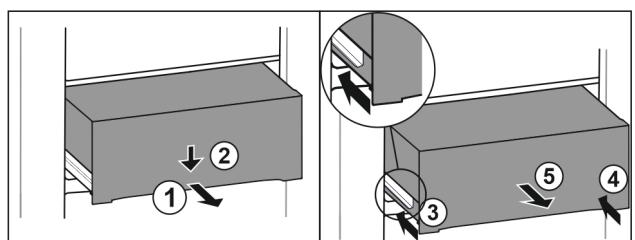

Fig. 81
- Витягніть ящик на половину. Fig. 81 (1)
- Спрямуйте висувний ящик вниз спереду. Fig. 81 (2)
- Вставте ліву рейку приблизно на 2 см. Fig. 81 (3)
- Вставте праву рейку приблизно на 2 см. Fig. 81 (4)
- Вийняти висувний ящик рухом вперед. Fig. 81 (5)